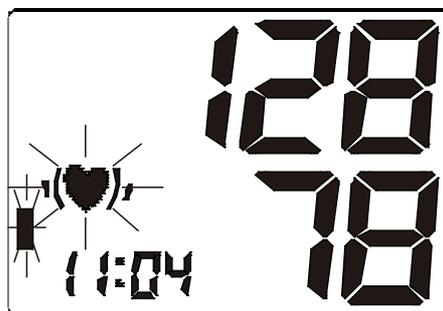

Figura 6-4
- Il dispositivo gonfia il bracciale fino a creare una pressione sufficiente per la misurazione. Quindi rilascia lentamente l'aria dal bracciale ed esegue la misurazione. Infine calcola e visualizza separatamente sul display lcd la pressione sanguigna e la frequenza cardiaca. Se è rilevato un battito irregolare, il display inizierà a lampeggiare. Vedere figura 6-4 & 6-5. Il risultato sarà salvato automaticamente nell'unità di memoria corrente.